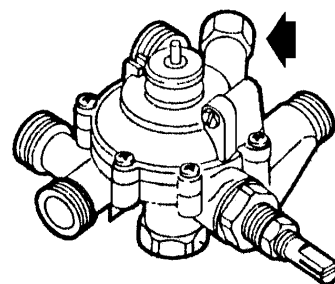

Рис. 10
**При отрицательных температурах:** Если существует опасность промерзания помещения, в котором установлен водонагреватель, то из него следует полностью слить воду. Для этого закройте кран на подающей трубе холодной воды, отверните пробку, показанную на рис. 10 и слейте воду.